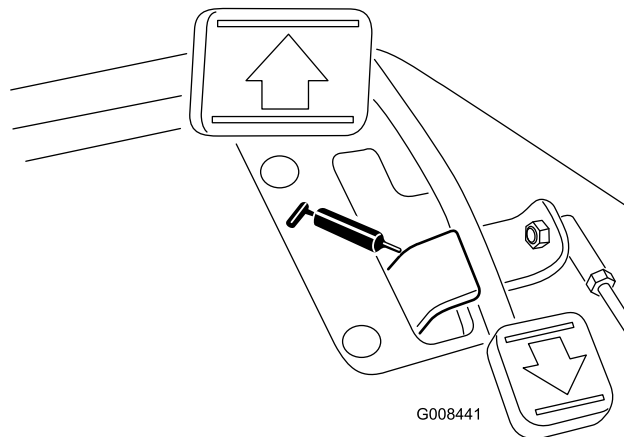

Figura 28
- Perno del pedale della trazione (Figura 28)